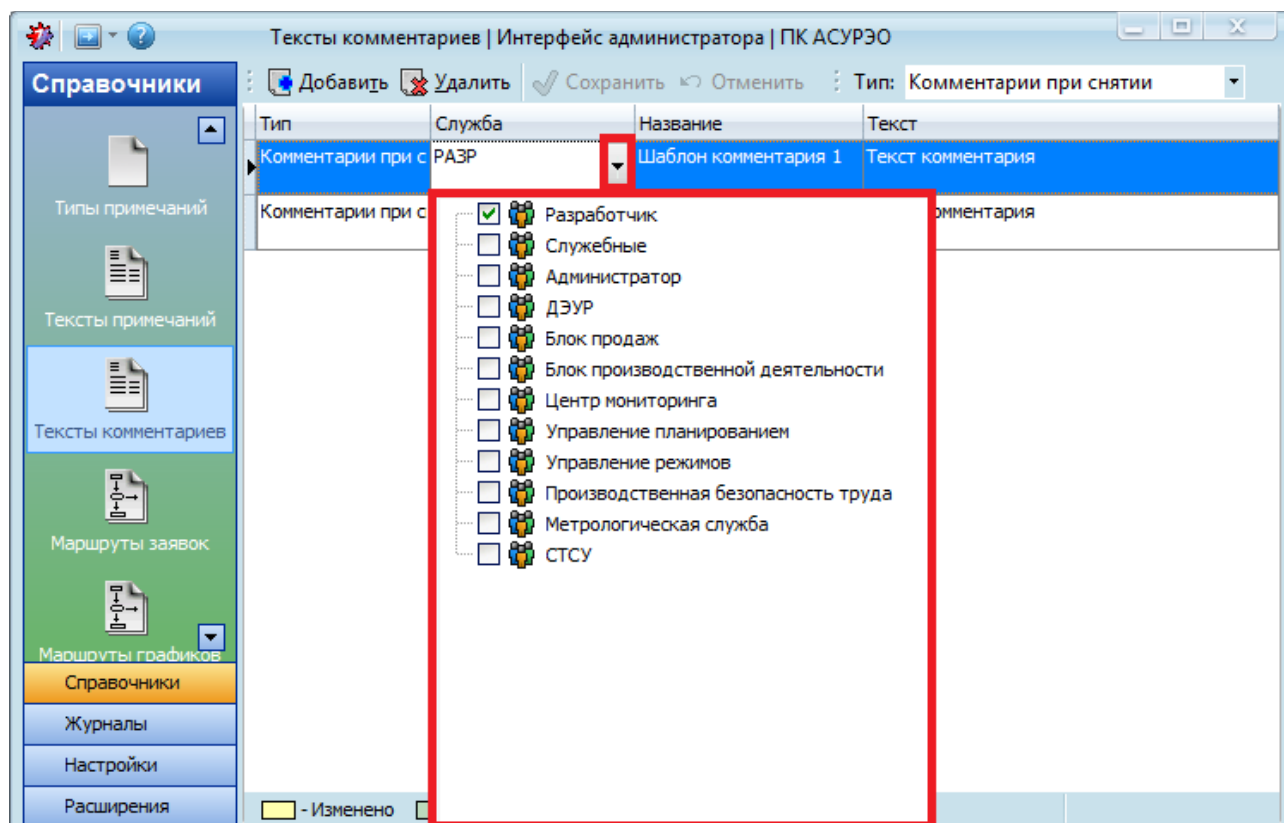

Рисунок 8.13 – Раскрывающийся список служб и пользователей
- **«Служба»**. В поле вводятся службы из раскрывающегося списка (напротив необходимых служб устанавливаются флаги), который содержит службы из справочника «Службы и пользователи» (см. раздел «7.2.1.3.2 Настройки служб») (Рисунок 8.13). Выбранным службам будет доступен данный текст комментария. Администратор АСУРЭО может вводить текст комментария для любой службы. Если у пользователя отсутствуют права администратора, он может вводить тексты комментариев только для своей службы.